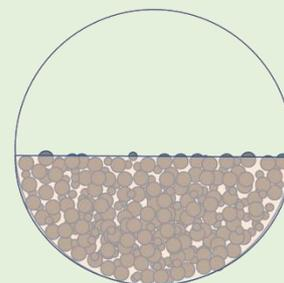

Figura 2. Criterio de carga mínima.
- a) **Criterio de carga mínima.** El volumen de barbotina mínimo ( $V_{min}$ ) debe llenar siempre todos los huecos existentes entre los cuerpos molturantes (figura 2). Fíjate que si obtenemos menos barbotina, cuando el molino gire se darán muchos impactos entre bolas, que sólo producen desgaste de éstas, pero no molienda.